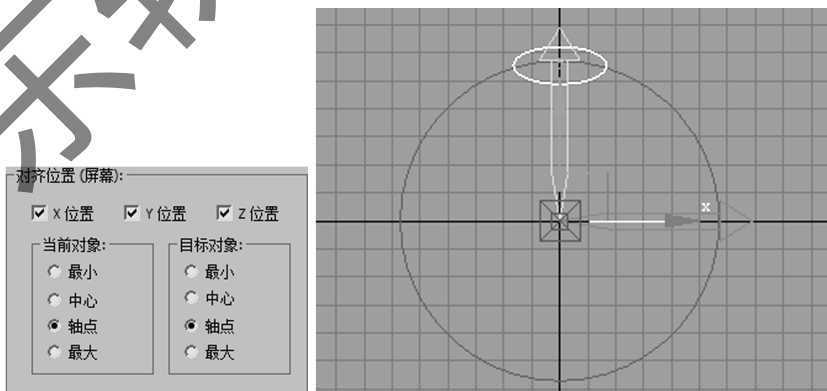

图 4-30 对齐轴心
Step4: 选择对齐工具“”,点击“圆”,在弹出的对话框保持默认当前对象的轴点对齐目标对象的轴点,如图 4-30 所示。